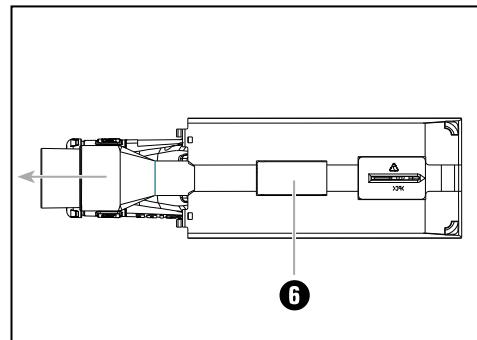

Abb. 2: Absaugstutzen entfernen
- ◆ Üben Sie mit dem Daumen auf die in Abb. 2 markierte Stelle Druck aus, um den Absaugstutzen ⑥ zu entriegeln. Ziehen Sie gleichzeitig mit der anderen Hand den Absaugstutzen ⑥ in Pfeilrichtung aus dem Gerät heraus.